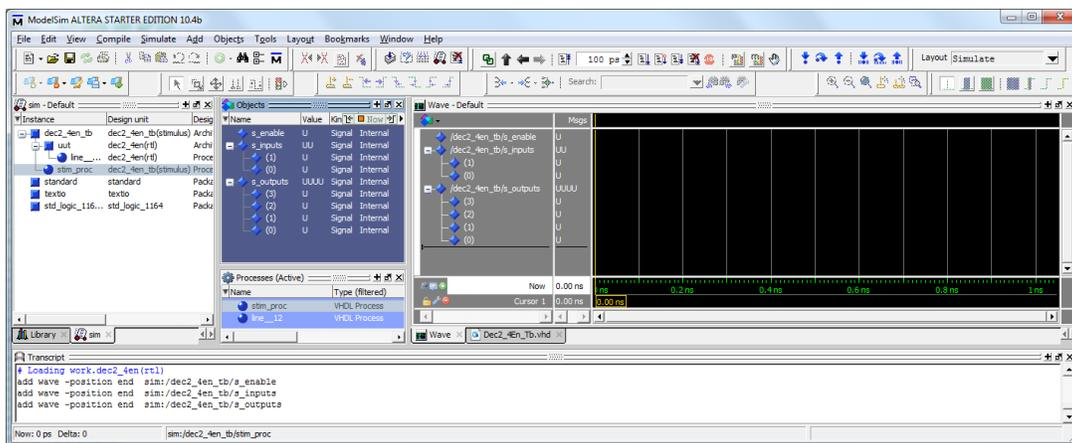

Figura 7 – Sinais `s_enable`, `s_inputs` e `s_outputs` adicionados à janela “Wave”.
10. Adicione à janela “Wave” (por *drag-and-drop* da janela “Objects”) os sinais da *testbench* ligados aos portos da entidade a simular (`s_enable`, `s_inputs` e `s_outputs`) conforme ilustrado na Figura 7.